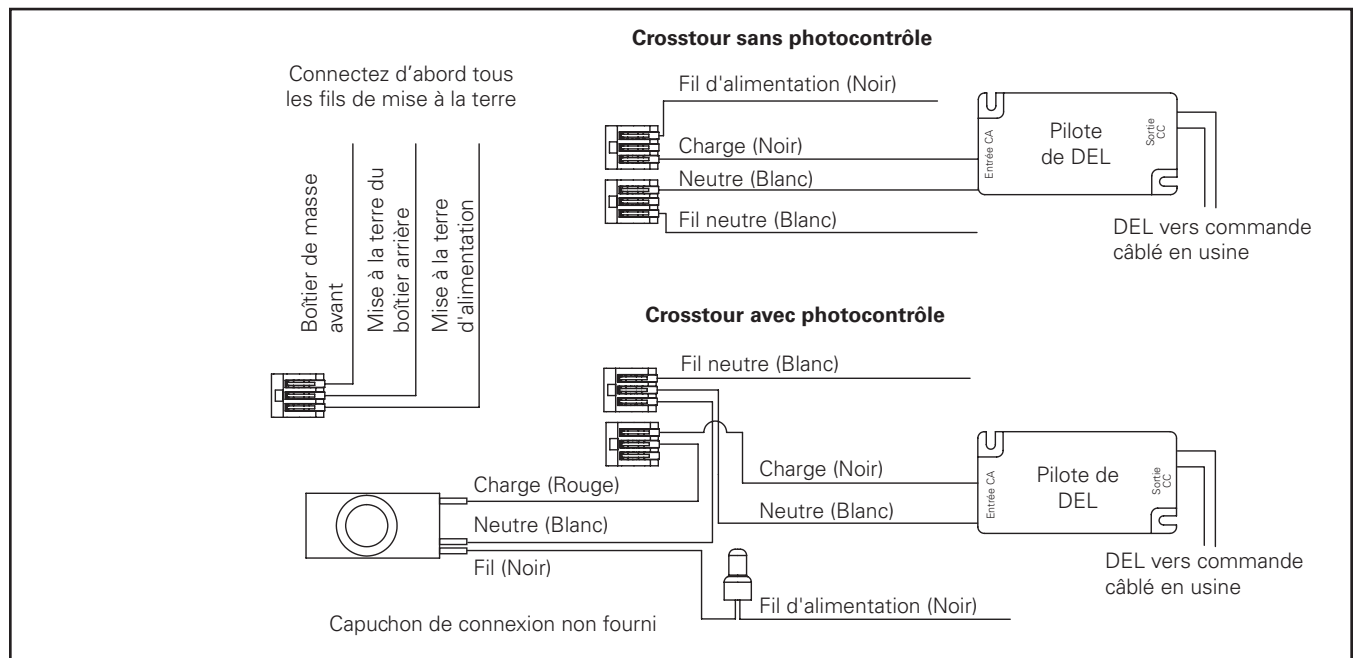
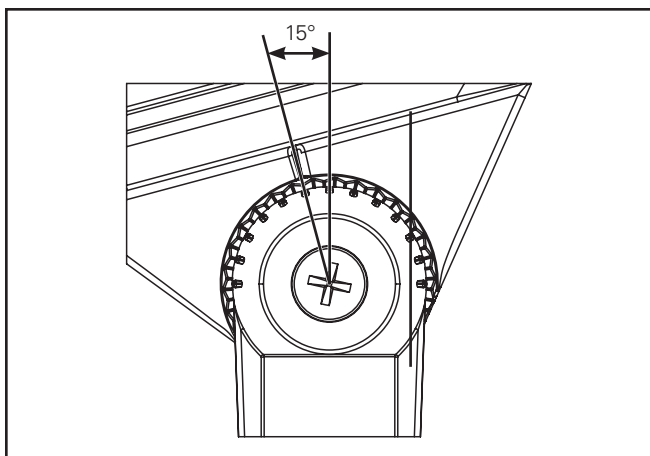

Figure 4.
Figure 5.
5. Faites les branchements électriques entre les fils de la charnière et les fils de sortie du luminaire Crosstour (Figure 4). Réinstallez le couvercle au boîtier et serrez à 1,1 à 1,7 Nm (15 à 20 po-lb). Fixez la visière et le parechoc optionnels. (Figure 5.)